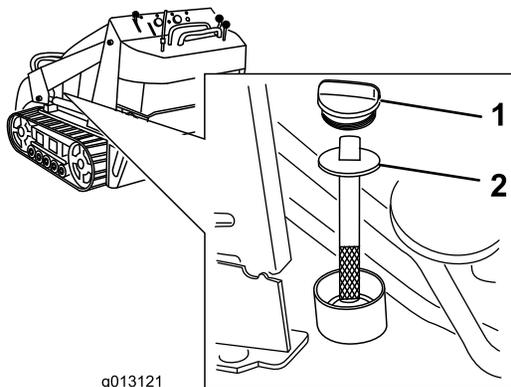

Рисунок 62
5. Снимите крышку гидравлического бака и извлеките масломерный щуп (Рисунок 62).